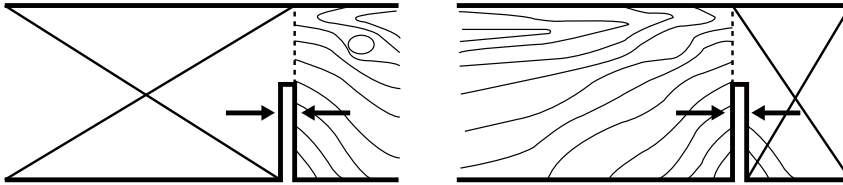

Fig. 12
- > Tenga en cuenta el borde del corte cuando corte a lo largo de líneas marcadas. No corte directamente sobre la línea sino al lado de la misma (Fig. 12).